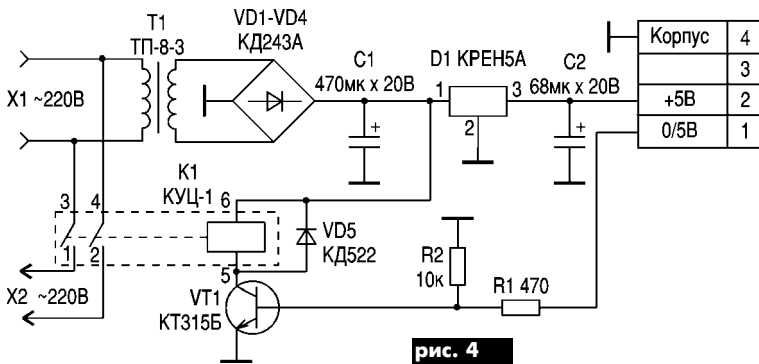

рис. 4
системы МСН-117 нет схемы модуля дежурного режима (МДР). Она показана на рис. 4 и практически полностью совпадает с МДР МУ-55 (56). Отличие заключается в том, что МДР-55 (56) управляется напряжением 5/0 В, а МДР-117 - 0/5 В. Поэтому в МДР-117 установлен управляющий ключ на транзисторе VT1 и резисторах R1, R2.